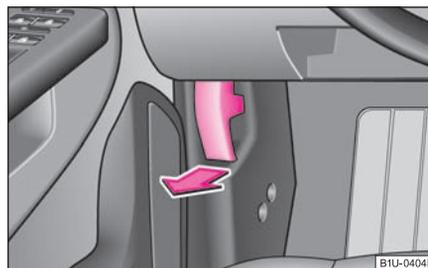

Fig. 14 Manette de déverrouillage du capot moteur
- Tirez sur la manette de déverrouillage sous le tableau de bord côté conducteur ⇒ fig. 14.